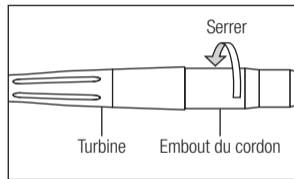

Fig. 4
1) Insérez la turbine dans le connecteur du cordon et serrez l'embout du cordon. (Fig. 4)